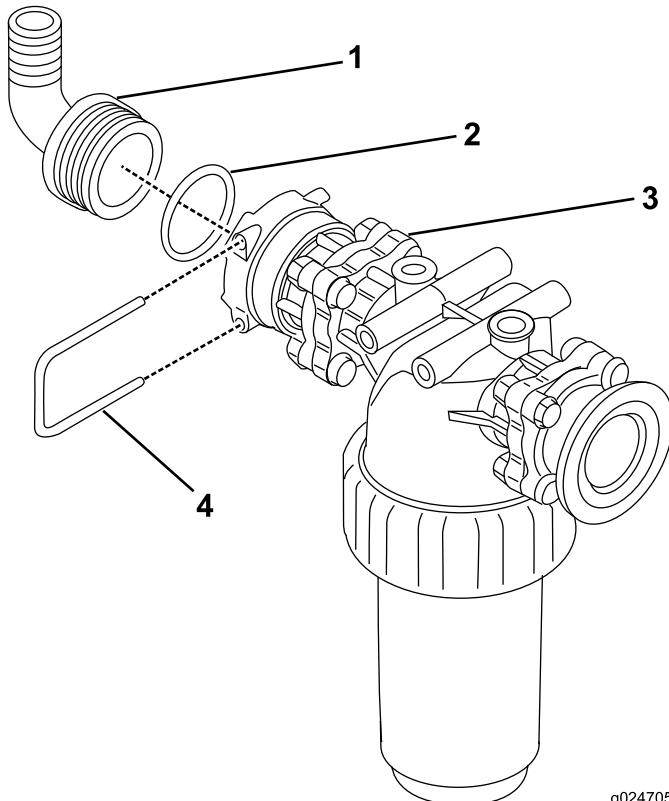

Figura 22
- Monte o conjunto do filtro de pressão (Figura 22).